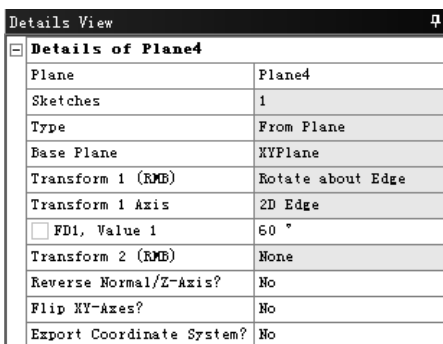

图 9.3.6 “Details View”对话框
(1) 单击工具栏中的“New Plane”按钮 ，弹出图 9.3.6 所示的“Details View”对话框。